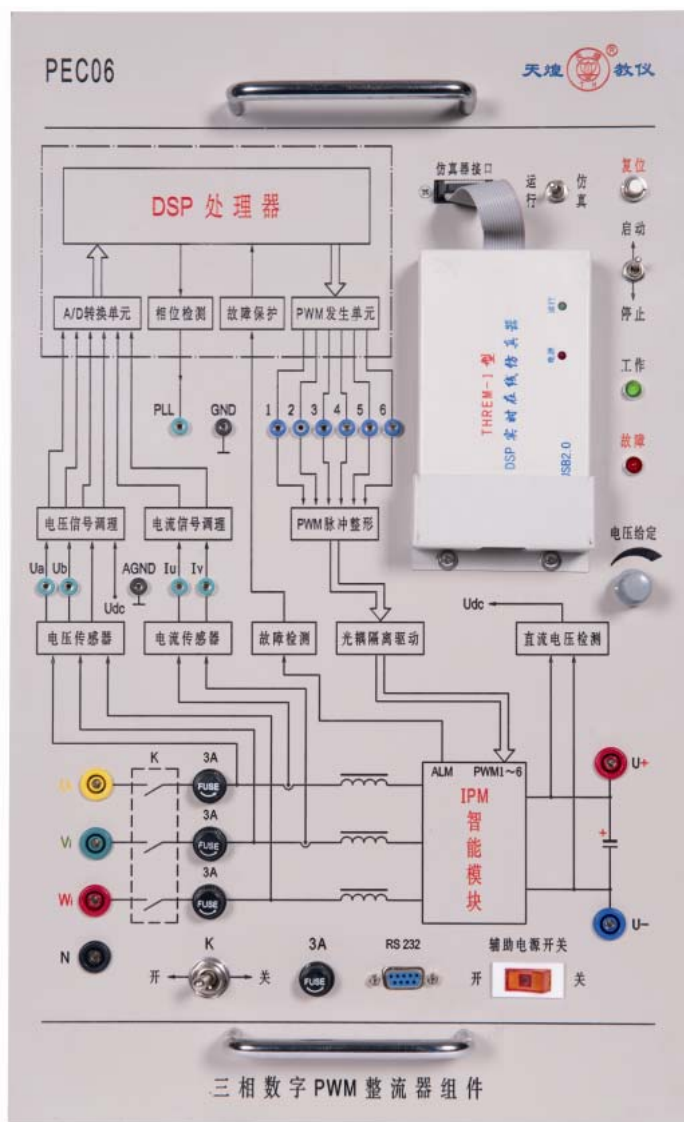
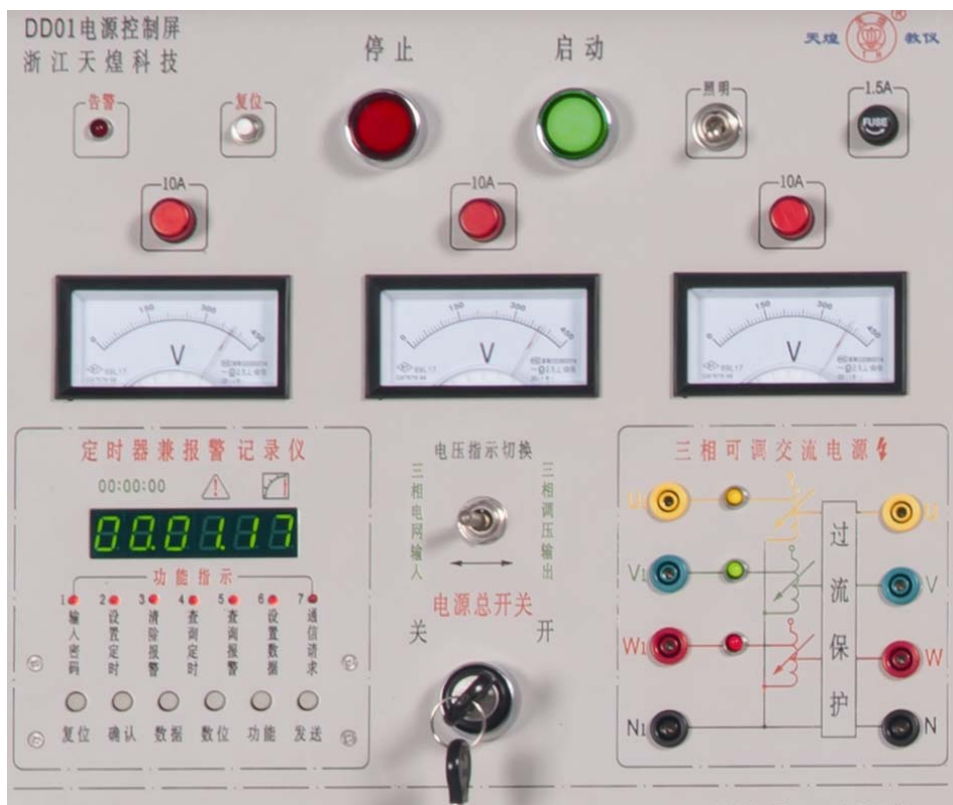

图1 三相数字PWM整流器组件
图2 控制屏面板
- ① 将PEC06, D41型挂件依次挂到控制屏上,将PEC06型挂件上的【辅助电源开关】、功率电源开关【K】均打到“关”状态。
- ② 将PEC06型三相数字PWM整流器组件面板上的“运行/仿真”【小钮子开关】打到“运行”,将“启动/停止”【小钮子开关】打到“停止”,将电压给定【电位器】逆时针旋转到最小,其中PEC06型挂件见图1。
- ③ 用四号强电导线分别连接控制屏面板(见图2)上的【三相调压器输出【U】、【V】、【W】和【N】到PEC06型三相数字PWM整流器组件面板上的【 U_i 】、【 V_i 】、【 W_i 】和【N】。
参考图2，打开控制屏面板上的【电源总开关】，此时【停止】指示灯亮；参考图1，依次打开PEC06型挂件上的【辅助电源开关】、功率电源开关【K】；按下控制屏面板上的【启动】按钮，【启动】指示灯亮，三相隔离变压器得电。
参考图2，打开控制屏面板上的【电源总开关】，此时【停止】指示灯亮；按下控制屏面板上的【启动】按钮，【启动】指示灯亮，三相隔离变压器得电；依次将PEC07组件上的【电源开关】打到“开”状态，【励磁电源】开关打到“开”状态。